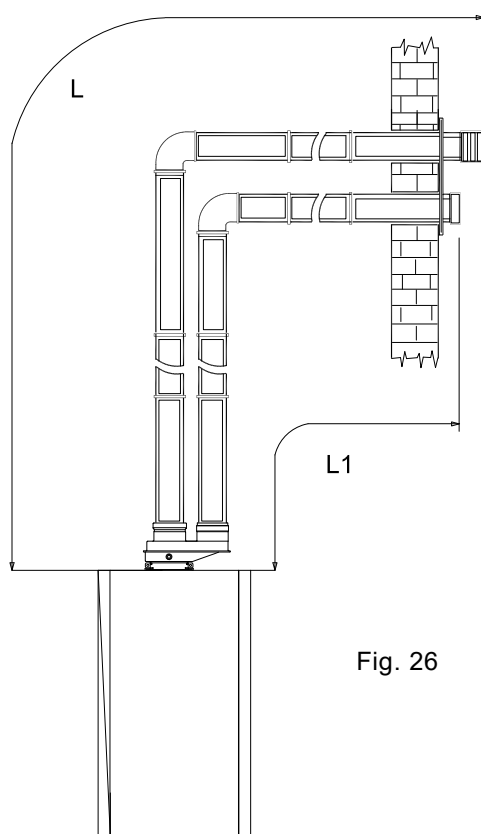

Fig. 26
**5.18 Sistema de exaustão/sucção com dois tubos separados através de uma única parede vertical (fig. 26).**